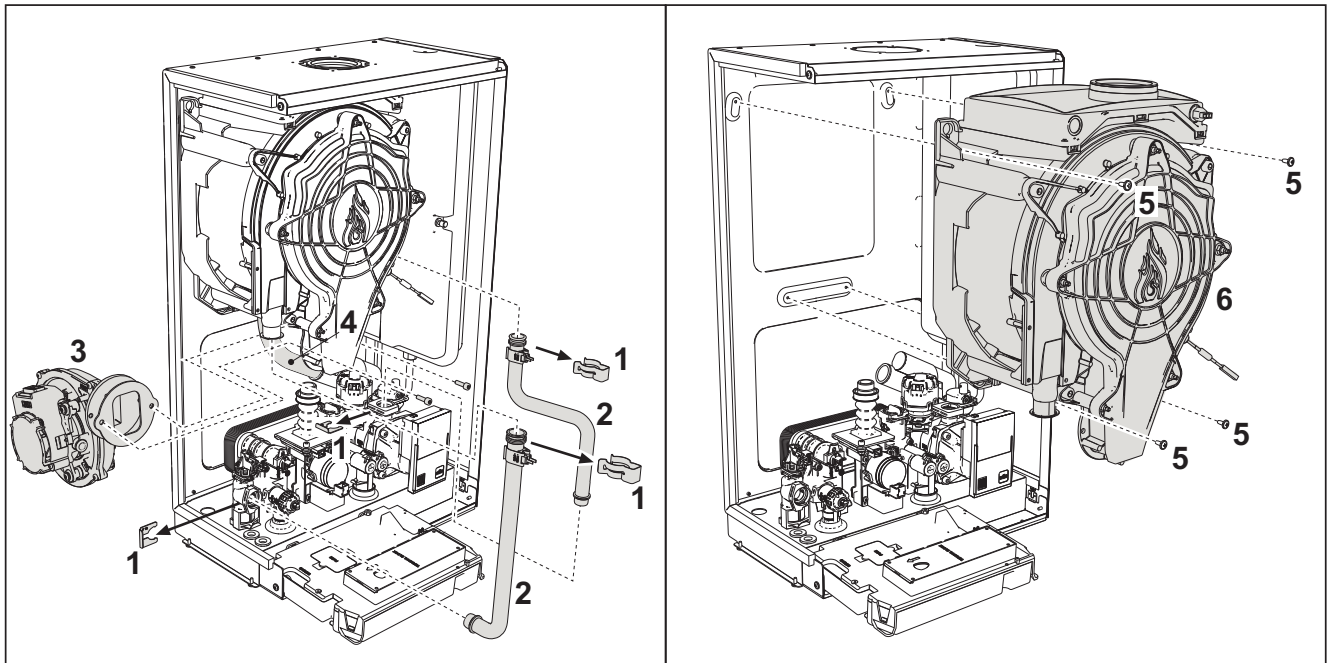

fig. 40- Intercambiador principal
- Quite los 2 tornillos **superiores "5"** que fijan el intercambiador al bastidor (fig. 40).
- Afloje los 2 tornillos **inferiores "5"** que fijan el intercambiador al bastidor (fig. 40).